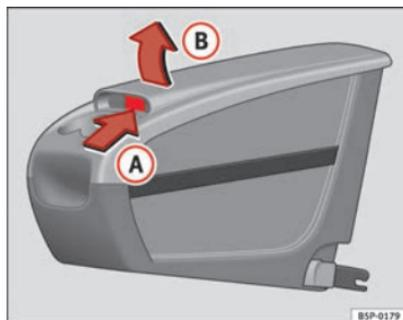

Fig. 114 Porta-objetos móvel. Abertura
- Levante a tampa (B), pela zona (A) ⇒ Fig. 114.